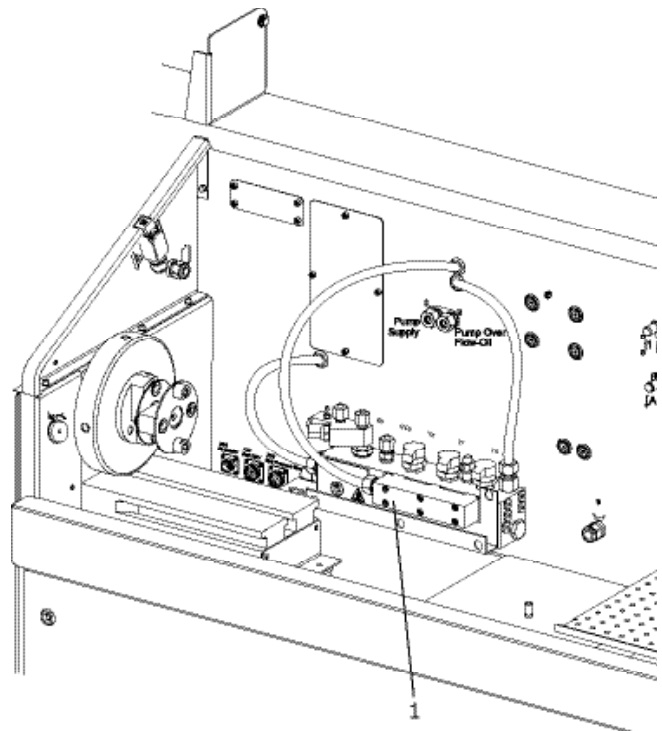

Fig. 17: EPS 708 рабочая зона
5. Отсоедините все шланги и шланги высокого давления от рейки высокого давления (Рис. 17, Поз. 1).